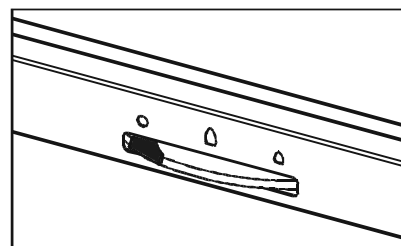

Abbildung 14 - Regulierung Luftzufuhrregler
- Öffnen Sie den Regler der vollständig (ganz nach links drehen) Abb.14